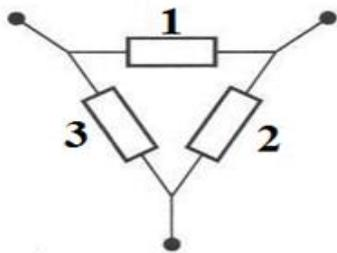
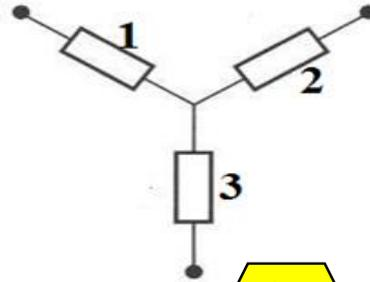

Fig.2
Fig.3
Q2. Nom de chacun des montages (Fig.2) et (Fig.3) :
- (Fig.2) : ... montage triangle
- (Fig.3) : montage étoile
- (Fig.2) : Dans ce branchement, la tension U est mesurée entre deux phases, les bobinages sont donc branchés en série Les tensions s'additionnent et l'intensité totale reste la même dans tout le circuit.
- (Fig.3) : Dans ce branchement, la tension U est mesurée sur une phase, les bobinages sont donc branchés en dérivation Les intensités s'additionnent et la tension reste constante.